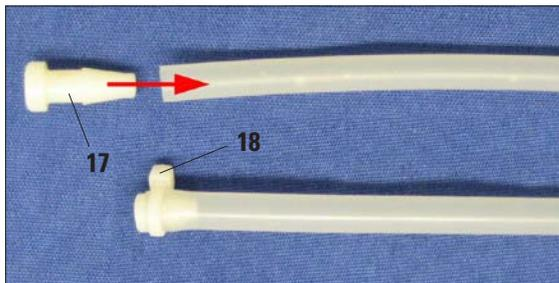

図 27
洗浄ステーションを 1～2 個しか使用しないときは、使用しないホースをプラグ (17) で密閉しておきます (図 27 参照)。
- 密閉するには、プラグをホース端部に完全にねじ込み、タイラップ (18) で固定します。